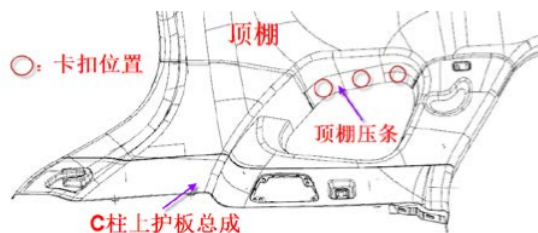

图 7-2-7-1 顶棚压条拆卸示意图
(1) 首先拆除 C 柱上护板；
(2) 如图 7-2-7-1，将顶棚压条三个卡扣用力拉出即可拿下顶棚压条。